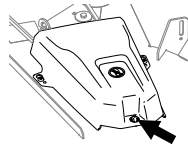

Figuur 5
2. Koppel de veer los van de inkeping in de geleiderbeugel en verwijder de borgpen (uitsluitend voor CE-modellen). Schuif de stang uit de gelaste maaidekbeugels, veer en grasgeleider (Figuur 5).
3. Verwijder de geleider (Figuur 5).